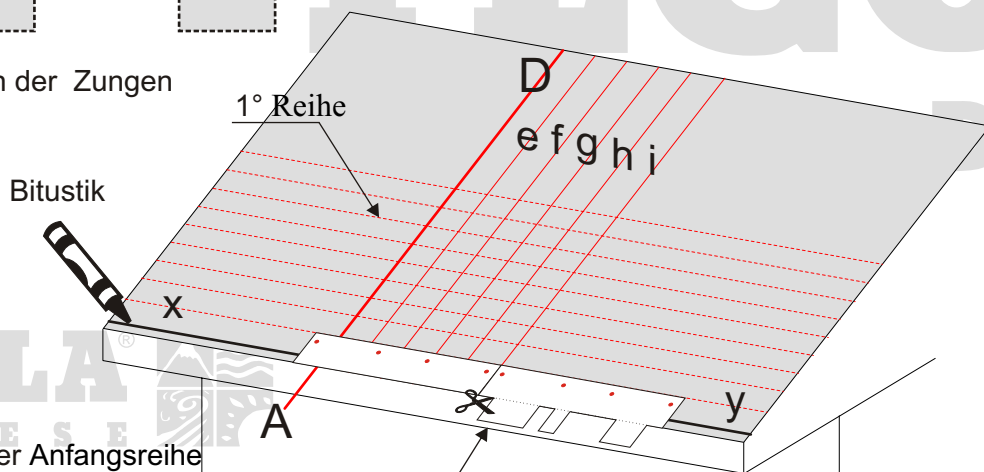

Abb. 3 - Verlegung der Anfangsreihe
- Einen dünnen Streifen Bitustick Kaltkleber auf die Trauflinie auftragen (Abb.3);